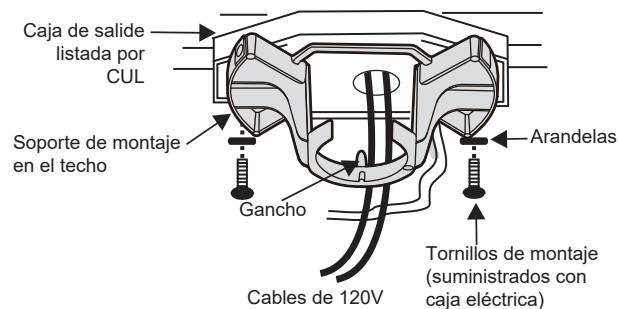

Fig. 5
Paso 1. Pase los cables de suministro de 120 voltios desde la caja de salida del techo a través del centro del soporte de montaje en el techo. (**Fig. 5**)
Paso 2. Fije el soporte de montaje en el techo a la caja de salida con los tornillos y arandelas incluidos con la caja de salida. (**Fig. 5**)